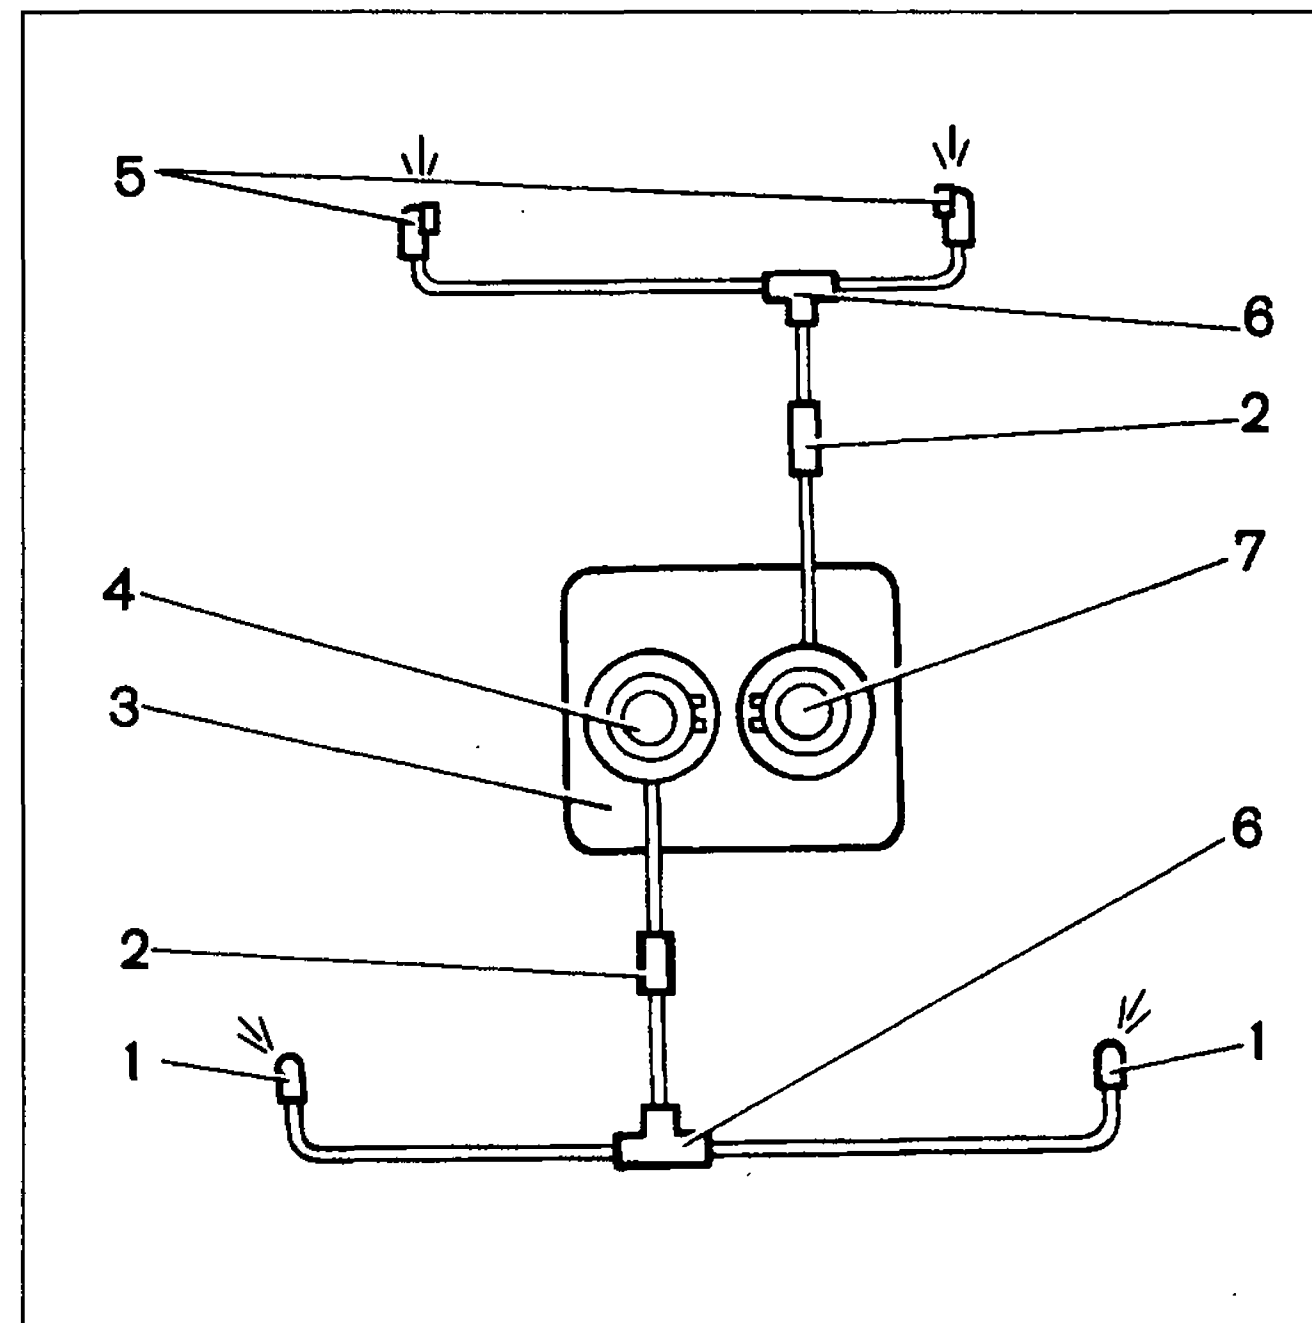

Рис. 8-16. Схема омывателей ветрового стекла и стекол фар:
Схема омывателей ветрового стекла и стекол фар показана на рис. 8-16.
*Примечание.* Обратные клапаны 2 (рис. 8-16) устанавливались на автомобилях в начале первых выпусков.
Для снятия трубок и тройников 6 (см. рис. 8-16) выньте их из резиновых уплотнителей в отверстиях кузова, преодолевая сопротивление уплотнителей.